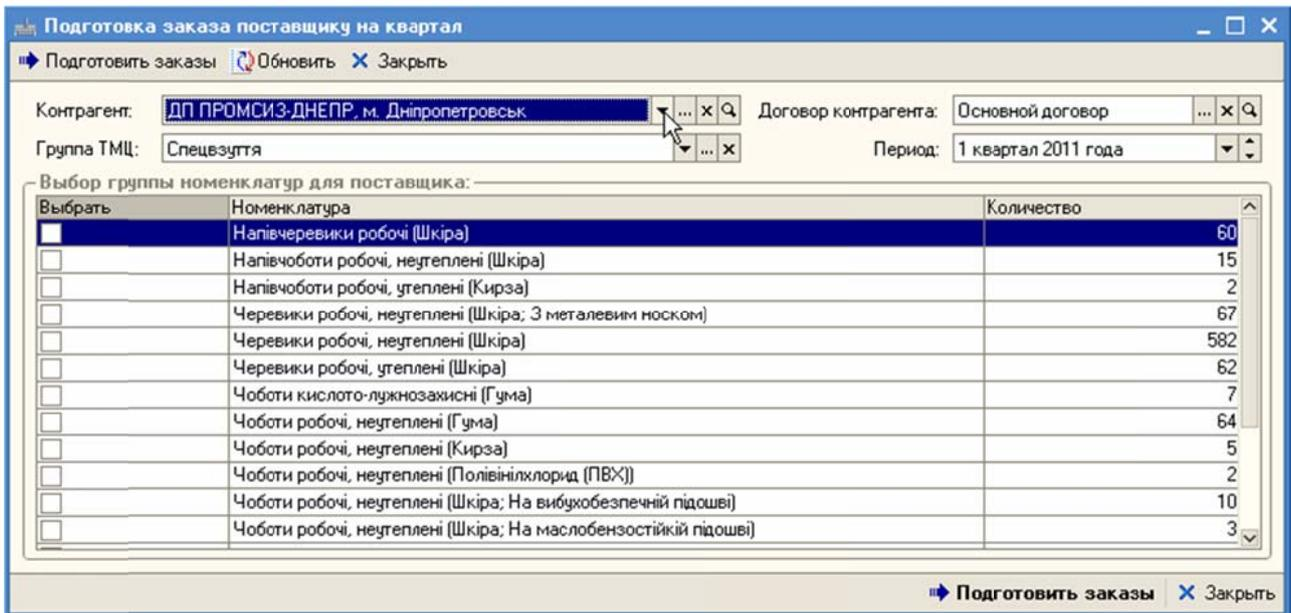

Рисунок 163 – Выбор контрагента
- *Контрагента*, по которому будут формироваться заказы, используя выпадающий список значений или открыв справочник «Контрагенты». При указании контрагента (поставщика) реквизит «Договор контрагента» будет установлен основным договором указанного контрагента (Рисунок 163).